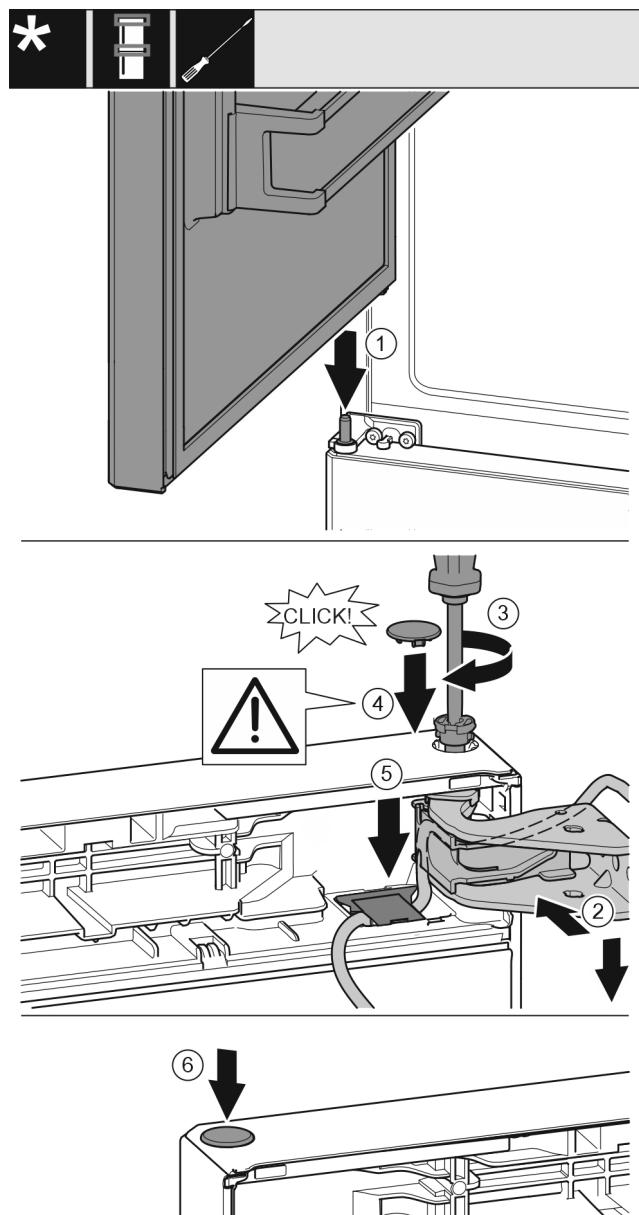

Fig. 42
- Așezarea ușii superioare pe bolțul central de lagăr Fig. 42 (1)
- Aliniați ușa sus spre deschizătură în suportul de lagăr. Fig. 42 (2)
- Introduceți bolțul și înșurubați-l ferm cu șurubelnita T15. Fig. 42 (3)
- Montarea capacului de siguranță pentru siguranța ușii: Introduceți capacul de siguranță și controlați dacă este așezat pe ușă. În caz contrar, introduceți complet bolțul. Fig. 42 (4)
- Introduceți apărătoarea și apăsați în jos până când se fixează în poziție. Fig. 42 (5)
- Introduceți dopul. Fig. 42 (6)